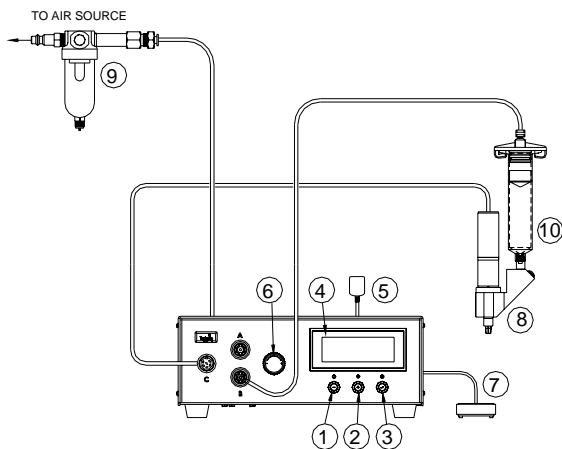

Abb. 6.0
5.3.1 Anschluss des Gerätes. (Für Details siehe Abb. 6.0)
5.4.1 Anschluss des Gerätes: Für Details siehe Abb. 6.0
2. Halten Sie die Taste "Set" (3) zwei Sekunden gedrückt, um in die Setup-Anzeige zu wechseln.
3. (+) und (-) Tasten gleichzeitig drücken. Die Tiefdruck-Einstellung erscheint im Display wie in Abb. 6.0 gezeigt.
4. Taste "Set" (3) und (+) Taste gleichzeitig drücken, um den Wert zu erhöhen.
5. Taste "Set" (3) und (-) Taste gleichzeitig drücken, um den Wert zu senken.
6. Halten Sie die Taste "Set" (3) zwei Sekunden gedrückt, wenn die Daten gespeichert werden sollen.